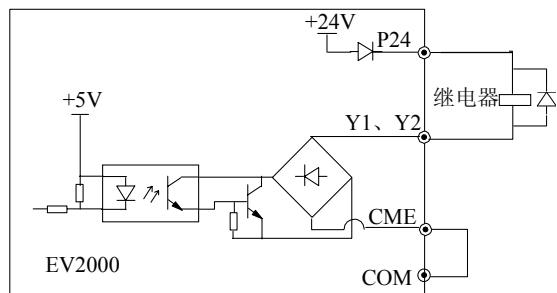

图3-28 多功能输出端子接线方式1
①多功能输出端子Y1、Y2可使用变频器内部的24V电源，接线方式请参见图3-28